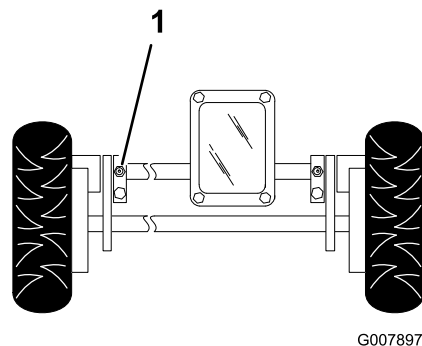

Figura 28
1. Tergete i raccordi d'ingrassaggio con un panno pulito (Figura 28).